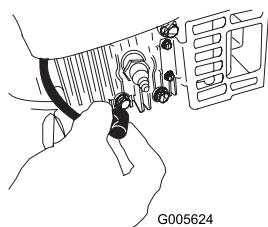

Figura 20
2. Desconecte el cable de la bujía y engánchelo en el poste de retención (Figura 20) antes de realizar cualquier procedimiento de mantenimiento.